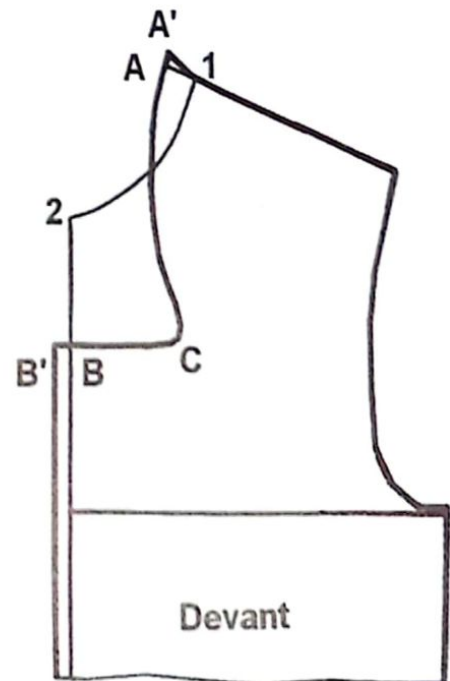

FIG. 2
- B'-C-A'** = tracez la forme de l'encolure devant en cœur en suivant le schéma (fig.2).